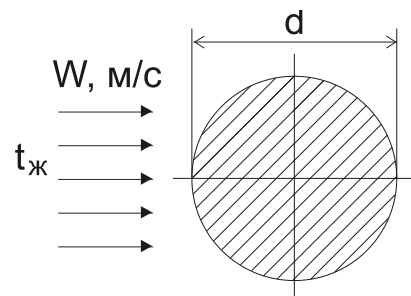

Рис. 2.9.
**2.28.** Медный провод круглого сечения диаметром 15 мм охлаждается поперечным потоком сухого воздуха (рис. 2.9). Скорость и температура набегающего потока воздуха соответственно равны:  $W = 1$  м/с,  $t_{жс} = 20$  °С.